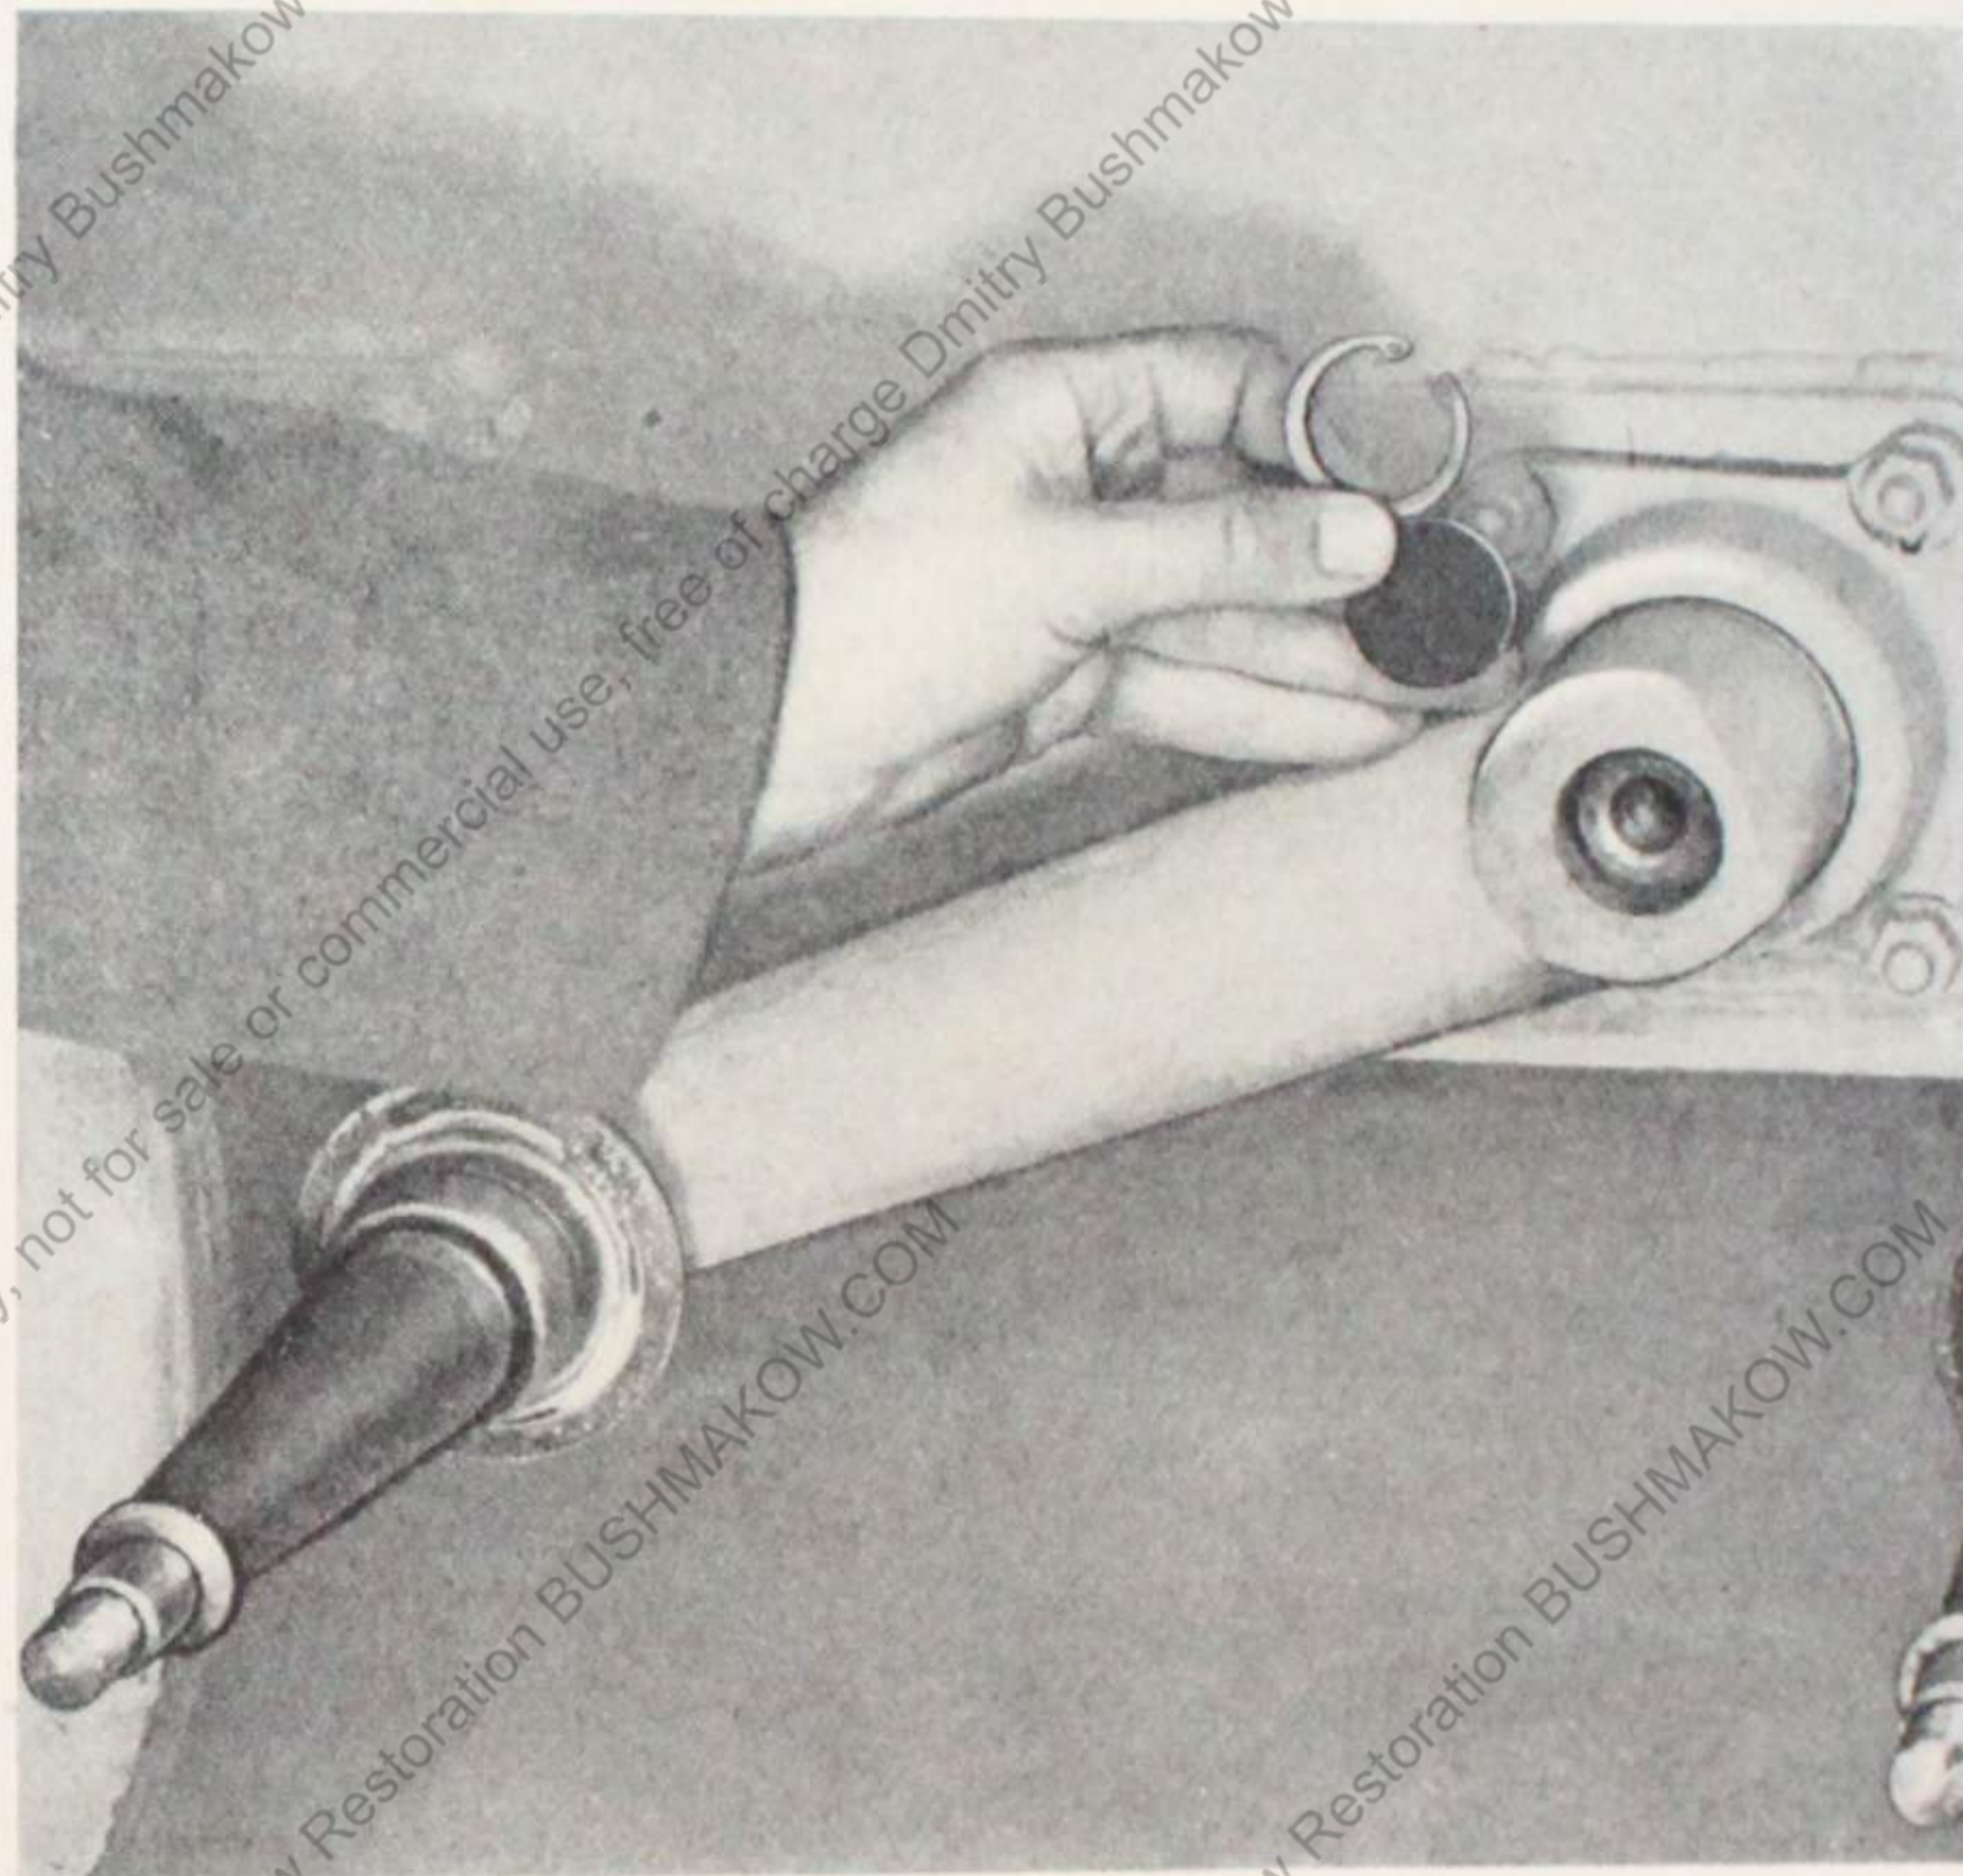

Bild 58
3. Seeger-Ring und Sicherungsscheibe vor dem betreffenden Drehstab entfernen (siehe Bild 58)